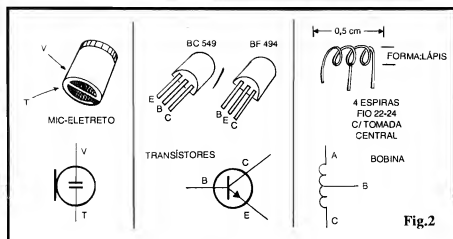

Fig.2
**- FIG. 2 - ALGUNS DOS COMPONENTES PRINCIPAIS, DETALHADOS...** - Os dois transistores utilizados (BC549 e BF494) são mostrados, em aparência, pinagem e símbolo, para que o Leitor/Hobbysta (principalmente o iniciante...) não se atrapalhe na hora de identificar os terminais, já que, embora idênticos no seu formato geral, os ditos componentes apresentam **ordem** diferente de "pernas", conforme se vê na figura... O microfone de eletreto também é visto com detalhes, claramente identificados seus terminando "vivo" (V) e de "terra" (T), representados por pequenas áreas estanhadas na base do componente... Finalmente, são vistos os detalhes construcionais da bobininha, que deve ser feita pelo Leitor/Hobbysta, enrolando sobre um lápis comum (que servirá de forma provisória, devendo ser removido depois...) 4 espiras de fio de cobre esmaltado 22 ou 24 (AWG), deixando-se nas extremidades cerca de 1 a 1,5 cm. de "sobra", para as conexões, e introduzindo-se uma tomada central na dita bobininha... Notar que as extremidades de ligação devem ter seu esmalte isolante devidamente raspado para que as ligações elétricas soldadas possam ser feitas e, além disso, na própria colocação da tomada central, exige-se uma pequena "decapagem" (remoção do esmalte, por raspagem...) no ponto,